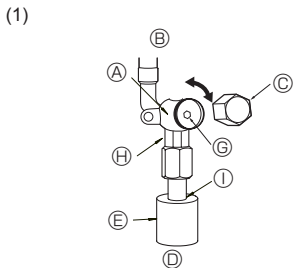
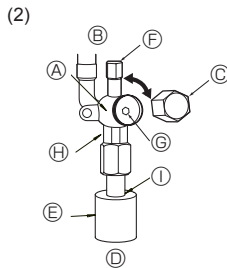

Fig. 4-5
Fig. 4-6
- (1) Lato del gas di P100-P140 (Fig. 4-5)
- ① Togliere il cappuccio e girare fino a quando è possibile l'asta della valvola in senso antiorario utilizzando una chiave esagonale di 4 mm. Smettere di girare quando si urta l'otturatore. (Ø15,88: circa 13 giri)
- ② Assicurarsi che la valvola d'arresto sia completamente aperta e riportare il cappuccio alla posizione originale.
- (2) Lato del liquido di P100-P140 (Fig. 4-6)
- ① Togliere il cappuccio e girare fino a quando è possibile l'asta della valvola in senso antiorario utilizzando una chiave esagonale di 4 mm. Smettere di girare quando si urta l'otturatore. (Ø9,52: circa 10 giri)